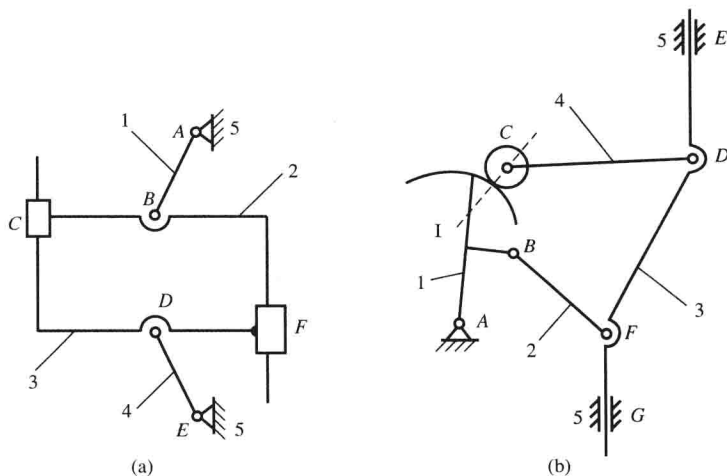

图 1-3 移动副和转动副构成的虚约束
(1) 两构件组成平行移动副或同轴转动副,例如:图 1-3(a)中 C, F 的移动副,图 1-3(b)中的 E, G 移动副,都分别只能算是一个移动副。